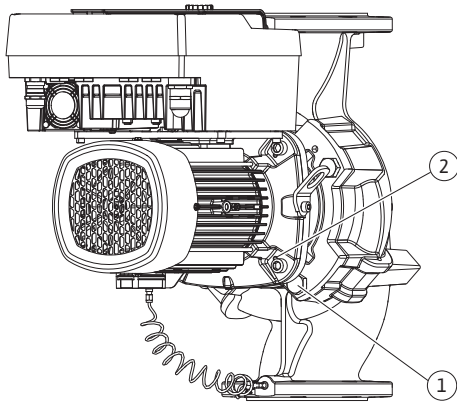

Fig. 104: Estrazione del set di innesto tramite i fori filettati (DN 100 ... DN 125)
22. Rimuovendo le viti (Fig. II, pos. 10) si stacca anche il trasduttore di pressione differenziale dalla flangia motore. Lasciar appeso il trasduttore di pressione differenziale (Fig. I, pos. 8) con la lamiera di sostegno (Fig. I, pos. 13) ai tubi di misurazione della pressione (Fig. I, pos. 7). Staccare il cavo di collegamento del trasduttore di pressione differenziale nel modulo elettronico.
23. Estrarre il set di innesto dal corpo pompa. Utilizzare a tale scopo i due fori filettati (vedi Fig. 104, pos. 1).
25. Allentare le due viti trattenute sulla lamiera di protezione (Fig. II, pos. 27) e rimuovere la lamiera di protezione.
26. Allentare i dadi di fissaggio della girante (Fig. II, pos. 22). Rimuovere la rondella elastica (Fig. II, pos. 23) sottostante ed estrarre la girante (Fig. II, pos. 21) dall'albero della pompa. Smontare la chiavetta (Fig. II, pos. 37).
27. Allentare le viti (Fig. II, pos. 10a).
28. Allentare la lanterna dal centraggio motore mediante un estraattore a due bracci (estrattore universale) e staccarla dall'albero. Durante questa operazione si stacca anche la tenuta meccanica (Fig. II pos. 25). Evitare di inclinare la lanterna.
29. Spingere l'anello contrapposto (Fig. II, pos. 26) della tenuta meccanica fuori dalla sua sede nella lanterna.
31. Rimuovere il set di innesto (vedi capitolo "Descrizione della pompa") dal corpo pompa allentando le viti della flangia (Fig. I/III, pos. 29).
32. Rimuovendo le viti (Fig. I/III, pos. 29) si stacca anche il trasduttore di pressione differenziale dalla flangia motore. Lasciar appeso il trasduttore di pressione differenziale (Fig. I, pos. 8) con la lamiera di sostegno (Fig. I, pos. 13) ai tubi di misurazione della pressione (Fig. I, pos. 7). Staccare il cavo di collegamento del trasduttore di pressione differenziale nel modulo elettronico o sganciarlo e estrarlo dal collegamento a spina.
33. Per estrarre il set di innesto dal corpo pompa, utilizzare i due fori filettati adiacenti (Fig. 104, pos. 1) e le apposite viti predisposte a cura del committente (es. M10 x 25 mm).
34. Introdurre nella finestra della lanterna (Fig. III, pos. 38) una chiave fissa (larghezza 32 mm) e tenere fermo l'albero in corrispondenza delle spianature per chiave. Allentare il dado della girante (Fig. III, pos. 22). Rimuovere le rondelle sottostanti (Fig. III, pos. 23) ed estrarre la girante (Fig. III, pos. 21) dall'albero della pompa. Smontare la chiavetta (Fig. III, pos. 37).
35. Estrarre la tenuta meccanica (Fig. III, pos. 25) e l'anello distanziatore (Fig. III, pos. 20).
36. Rimuovere l'anello contrapposto (Fig. III, pos. 26) della tenuta meccanica, togliendolo dalla sua sede nella lanterna.